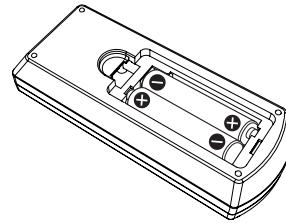

Fig.2
- 2) Insérez les piles et fermez le couvercle. (Insérez d'abord le côté «  ».) (Fig. 2)